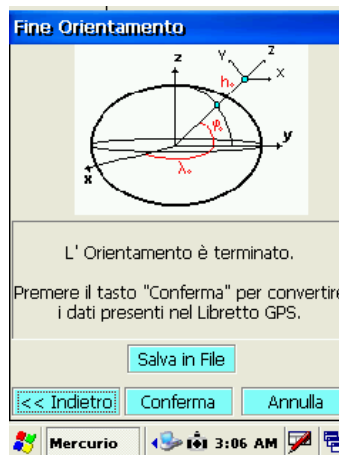

fig.119
25. Selezionare **Conferma** per accettare la configurazione (fig. 119)